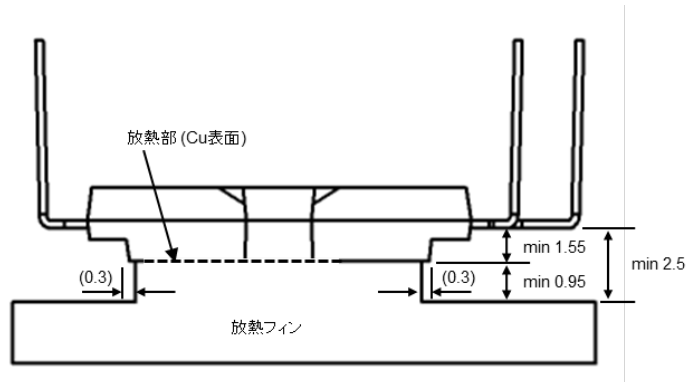

図 2-1-2 凸型放熱フィン使用時 (単位:mm)
- (1) V_{DD} 内蔵MOSFETがスイッチングしていない状態で、P-N端子間に印加できる最大直流電源電圧。この電圧を超えるような場合は、ブレーキ回路等による制限をかける必要があります。
- (2) $V_{DD(surge)}$ 内蔵MOSFETがスイッチングしている状態で、P-N端子間に現れるサージ電圧の最大定格値。この電圧を超えないように、スナバ回路の接続や母線のインダクタンスの低減が必要です。
- (3) V_{DSS} 内蔵MOSFETのD-S間に印加できる最大電圧定格。
- (4) $\pm I_D$ $T_C = 25^{\circ}\text{C}$ 条件で通電可能な電流値です。パルス幅及び周期は、チャネル温度により制限されます。
- (5) T_{ch} 最大瞬時チャネル温度は150℃ですが、安全動作させるためのパワーサイクル寿命などを考慮して使用温度範囲を決定してください。
- (6) $V_{DD(Prot)}$ 内蔵MOSFETが短絡や過電流状態になった場合に、IPMの保護機能によってMOSFETを安全に遮断できる最大電源電圧。この条件を超えると保護できず、素子破壊に至る可能性が高くなります。
- (7) 絶縁耐圧 絶縁耐圧は、下図で示す全端子（ショート）と放熱面のCu表面との絶縁耐圧です。絶縁耐圧は、2000Vrmsとなりますが、図2-1-2のように端子-放熱フィン間の距離を確保する(2.5mm以上推奨)ために凸型の様な放熱フィンを使用した場合、絶縁耐圧2500Vrmsを満足します。